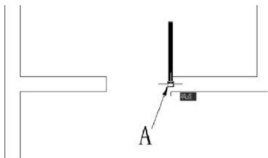

图 2.88 指定圆弧的中心点
(6) 在指定下一点或[圆弧(A)/闭合(C)/半宽(H)/长度(L)/放弃(U)/宽度(W)]: 提示下, 输入“W”后按 Enter 键。
(7) 在指定起点宽度 $\langle 0.0000 \rangle$ : 提示下, 输入“0”。
(8) 在指定端点宽度 $\langle 0.0000 \rangle$ : 提示下, 输入“0”, 将线宽由 50mm 改为 0mm。
(9) 在指定下一点或[圆弧(A)/闭合(C)/半宽(H)/长度(L)/放弃(U)/宽度(W)]: 提示下, 输入“A”后按 Enter 键, 指定将要绘制圆弧。
(10) 在指定圆弧的端点或[角度(A)/圆心(CE)/闭合(CL)/方向(D)/半宽(H)/直线(L)/半径(R)/第二个点(S)/放弃(U)/宽度(W)]: 提示下, 输入“CE”后按 Enter 键, 用指定圆心的方式绘制圆弧。
(11) 在指定圆弧的圆心: 提示下, 捕捉 A 点(门扇的起点)作为圆弧的圆心, 如图 2.88 所示。